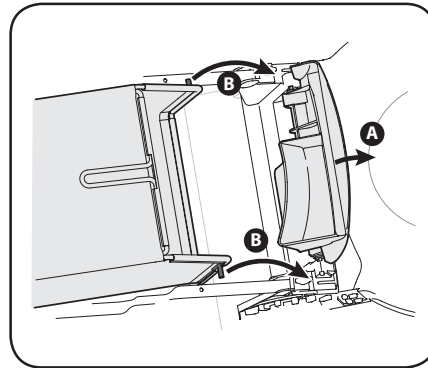

Figura 2-8
- Siga los pasos a continuación para ensamblar el colector de césped: Consulte la Figura 2-8.